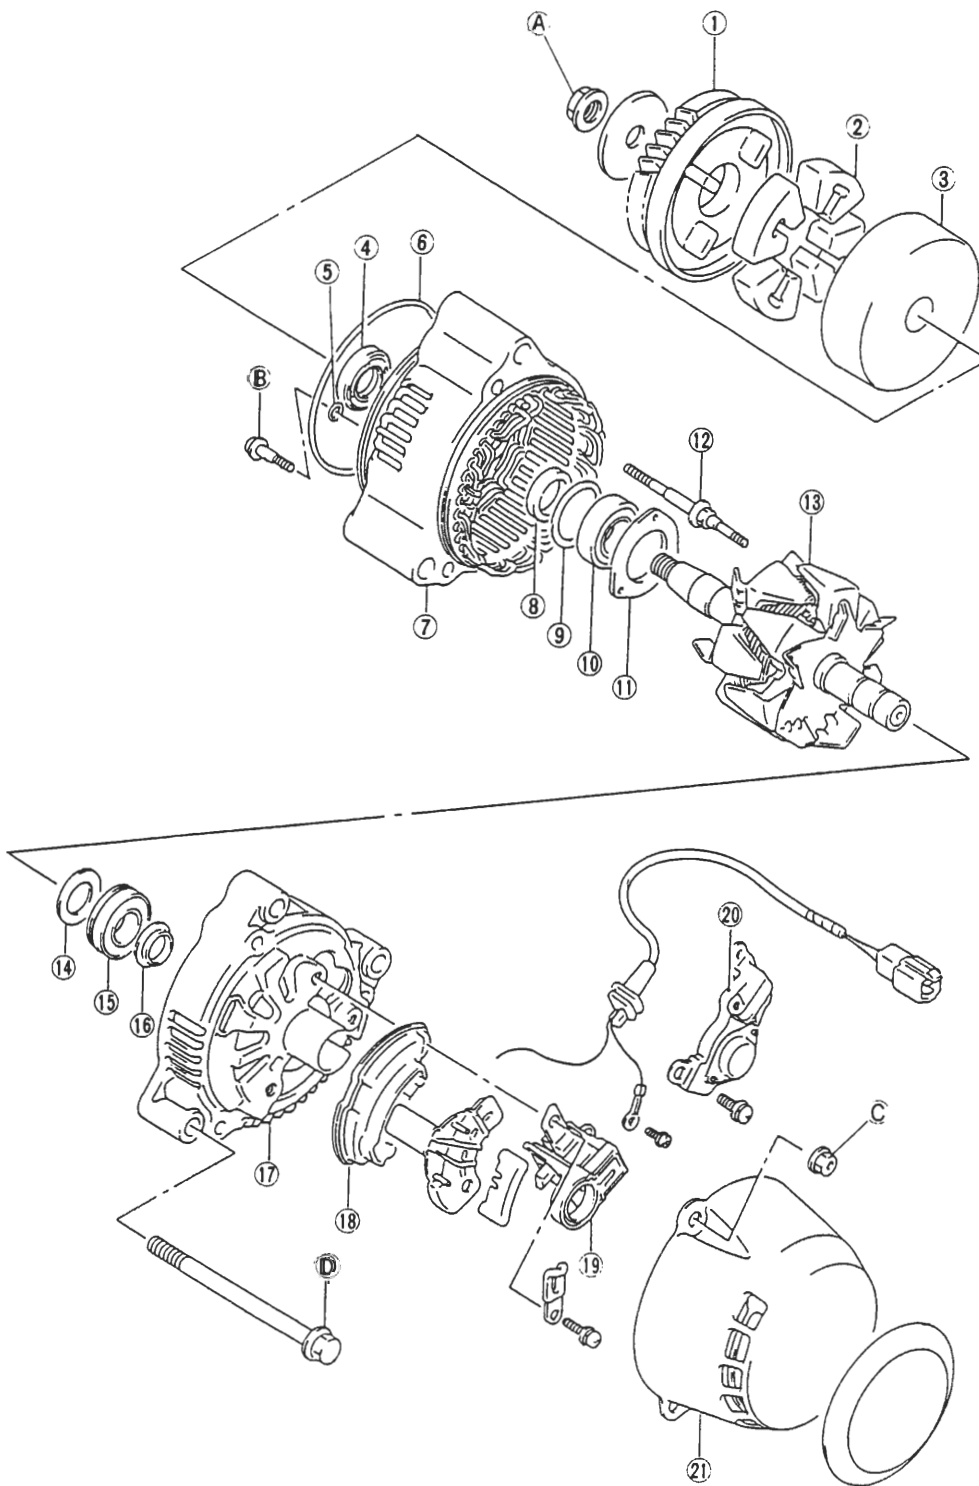

Bild 113
- Drei Befestigungsschrauben eindrehen (Bild 113) und Stecker anschliessen.